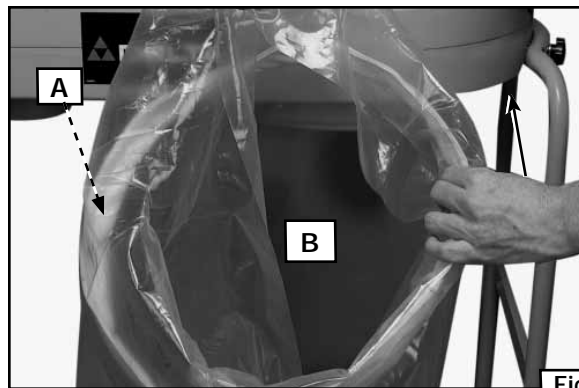
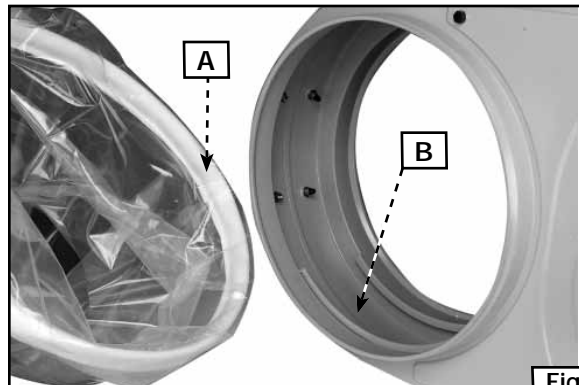

Fig. 8
Fig. 9
1. Prendre l'anneau de retenue du sac gainé de tissu (A) fig. 8, et l'insérer à l'intérieur de l'ouverture du sac collecteur de poussière en plastique transparent. Enrouler environ 15 cm (6 po) du sac autour de l'anneau de retenue.
2. Insérer le sac dans le grand trou (B) fig. 8, du module moteur-souffleur et insérer l'anneau de retenue (A) fig. 8 et (A) fig. 9 dans la rainure inférieure (B) fig. 9. Le plier pour l'ajuster en position (B) fig.